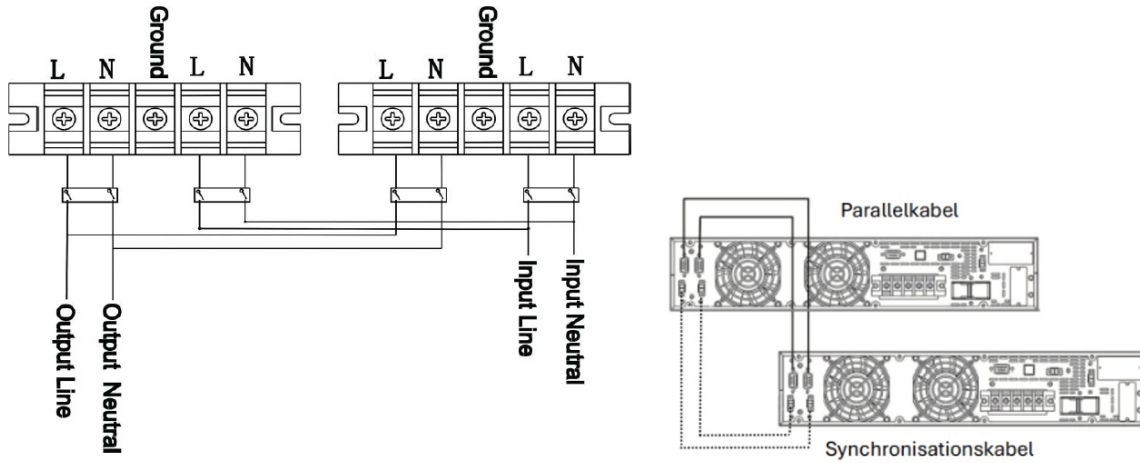
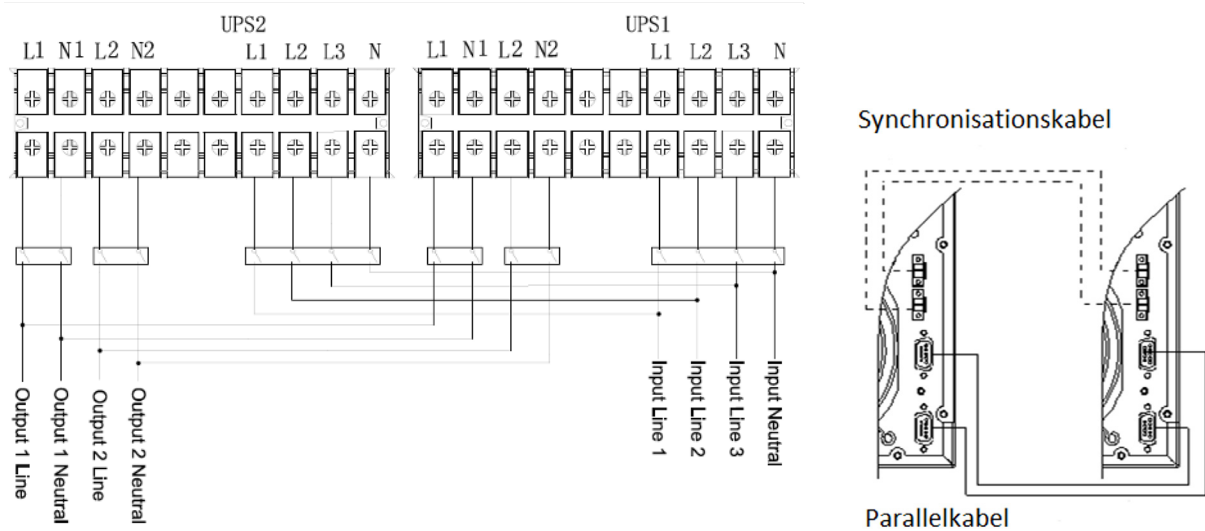

Abbildung 14: Anschlussplan für Parallelbetrieb von zwei XANTO 6000 / 10000
Abbildung 16: Anschlussplan für Parallelbetrieb von zwei XANTO 2000 3/1
1. Verbinden Sie die Ein- und Ausgänge der USV-Anlagen mit den einzelnen Leistungsschaltern (siehe Abbildung 14 bis Abbildung 16). Leistungsschalter sind nicht im Lieferumfang enthalten, sie sind jeweils: